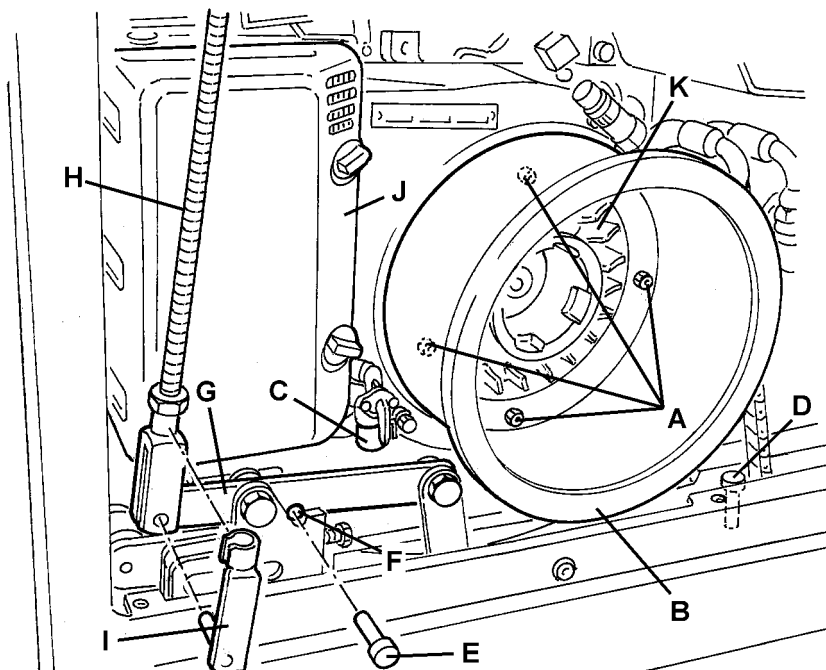

Abbildung 28
2. Die Feststellbremse mittels des Pedals (84) und des Hebels (76) betätigen.
3. Den Zündschlüssel (69) auf „0“ drehen.
4. Die Schrauben (48) entfernen, dann die linke seitliche Schutzplatte (47) durch Lösen der Befestiger (49) entfernen.
5. Die Schrauben (A, Abb. 28) entfernen, dann den Luftförderer (B) entfernen.
6. Den Kraftstofffilter (C, Abb. 28) reinigen, wie es in der Betriebsanleitung des Benzinmotors beschrieben ist.
5. Den ausgestatteten Bolzen (E, Abb.28) von seinem Sitz (D) herausziehen, dann ihn im Loch (F) des Hebels (G) bis zum Endanschlag einsetzen.
6. Die Hauptkehrwalze mittels des Hebels (82) senken, um die Stange (H, Abb. 28) freizulassen.
7. Den Bolzen (I, Abb. 28) lösen und entfernen, dann die Stange (H) vom Hebel (G) trennen.
8. Den Motorluft-Vorfilter reinigen und/oder die Wartung des Luftfiltereinsatzes (J, Abb. 28) ausführen, wie es in der Betriebsanleitung des Benzinmotors beschrieben ist.
5. Die Haube (23) öffnen und durch die Stützstange (55) halten.
6. Die Schrauben (45) entfernen, dann die Motorschutzplatte (44) durch Lösen der Befestiger (46) entfernen.
7. Die Schrauben (A, Abb. 28) entfernen, dann den Luftförderer (B) entfernen.
8. Das Motorkühlsystems (K, Abb. 28) reinigen, wie es in der Betriebsanleitung des Benzinmotors beschrieben ist.